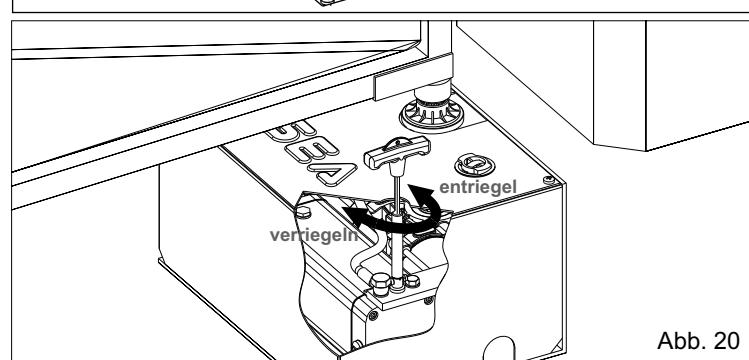

Abb. 20
-Den Schlüssel in die Verlängerung der Entriegelung einführen und den Hebel um ca. 180° gegen den Uhrzeigersinn drehen (Abb. 20).